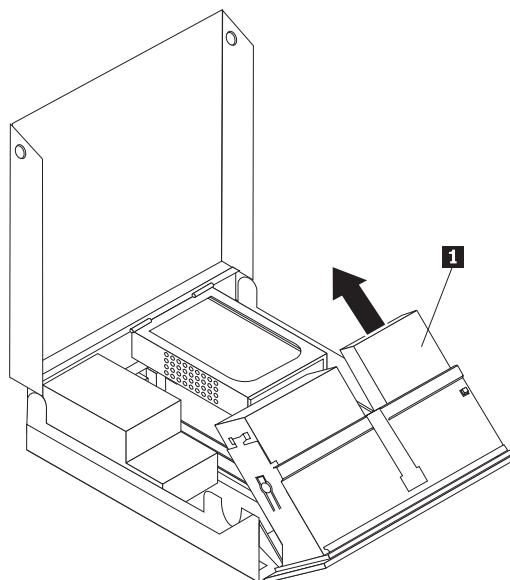

Figura 29. Rimozione dell'unità dischetto
4. Far scorrere l'unità dischetto verso l'alto e fuori dall'assieme del vano unità. Consultare la sezione Figura 29.